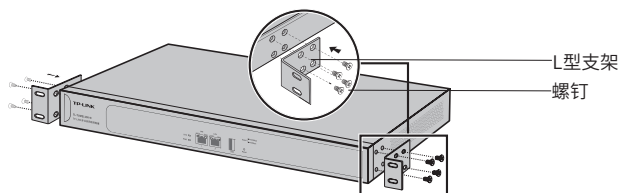

图2-2 支架安装示意图
2. 将配件中的两个L型支架分别安装在网络控制器面板的两侧，并用配件中提供的螺钉固定，如图2-2所示；